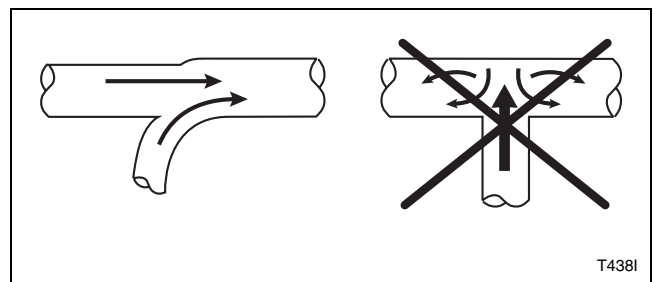

Figura 11
**No conecte nunca un conducto de secadora en un ángulo de 90° con respecto al conducto colector (consulte la *Figura 11*). Al hacer esto se producirá una contrapresión excesiva, produciendo un rendimiento deficiente. No conecte nunca dos conductos de escape de secadora directamente uno frente al otro en el punto de entrada en el conducto colector.**